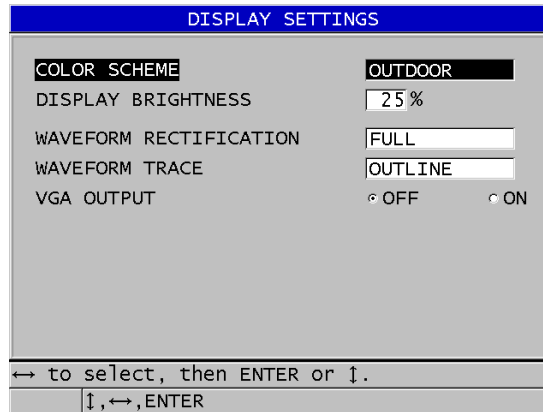

Abbildung 4-3 Fenster DISPLAY-EINSTELLUNGEN
2. Im Fenster **DISPLAY-EINSTELL.** (siehe Abbildung 4-3 auf Seite 70) können dann die folgenden Parameter auf den gewünschten Wert eingestellt werden: